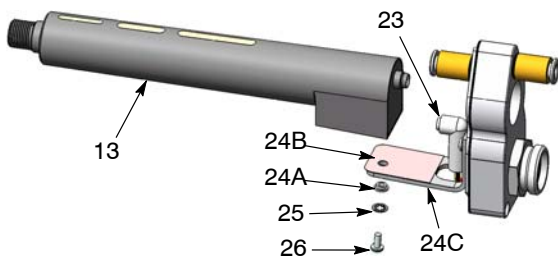

Bild 29 Montering av multiplikator
4. Se bild 29. Skruva av skruven (26) och tag bort låsbrickan (25), tag därefter av multiplikatorn från vinkeln (24C).
5. Koppla loss kablageets kontakt (23) från multiplikatorn.
1. Se bild 29. Anslut kablagerets kontakt (23) till spänningsmultiplikatorns kontakt (13).
3. Skruva fast multiplikatorn på vinkeln med skruven (26) och brickan (25).